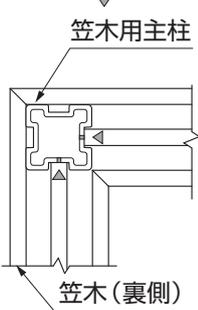

図7-6
- ① 笠木取付金具の取付け位置は、図7-6を参照して下孔をあけてください。